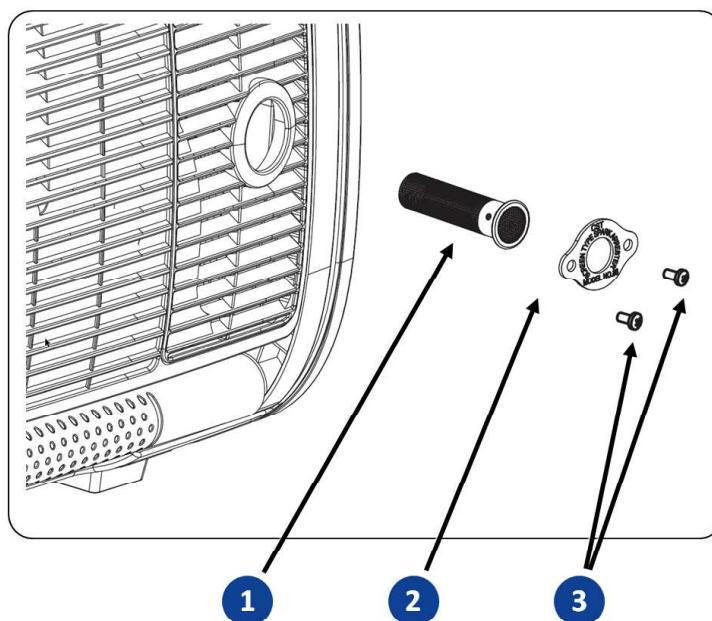

Fig. 9-10 Gnistfångare
1. Lossa de två skruvarna Fig. 9-10 -3 från gnistfångaren.
2. Ta bort fästplattan Fig. 9-10 -2 från gnistfångaren.
3. Använd en smal slitsad skruvmejsel för att lossa gnistfångaren Fig. 9-10 -1 från avgasutloppet och dra ut den helt